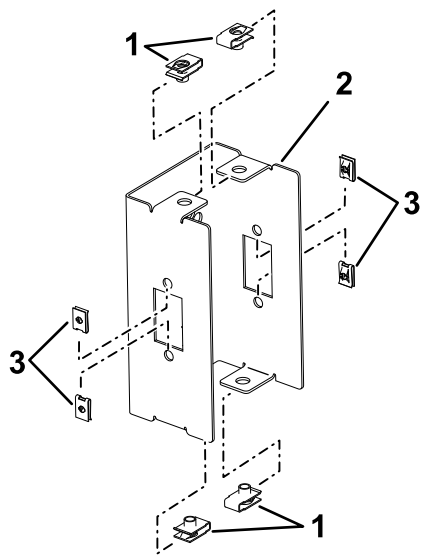

Figure 7
1. Placez les grands écrous rapides en haut et en bas du support du feu (Figure 7).
2. Placez les petits écrous rapides sur les côtés du support du feu (Figure 7).